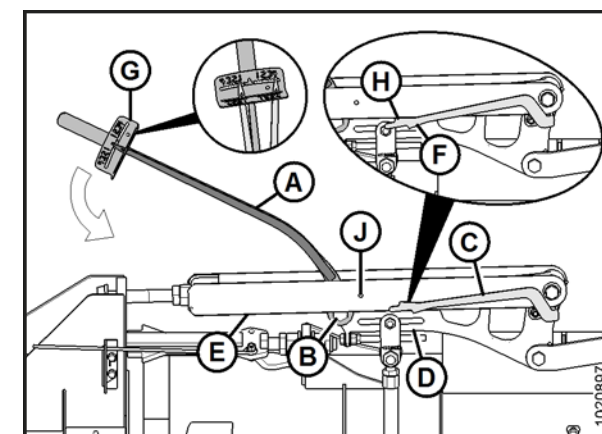

Figure 9 : Articulation d'équilibrage des ailes, réglage des ailes trop lourd — côté gauche illustré, côté droit en arrière
6. Déplacer l'aile vers le bas avec la clé dynamométrique (A) jusqu'à ce que l'onglet d'alignement supérieur du pointeur (H) s'aligne avec le bord inférieur de la bielle supérieure (E). Voir figure 9. Observer la valeur de l'indicateur (G) sur la clé dynamométrique et enregistrez-la.